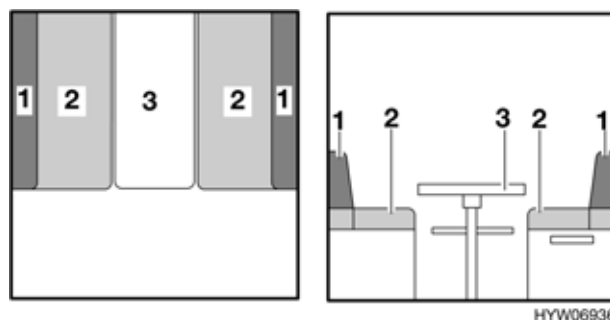

Fig. 94 Prima della trasformazione
- Sollevare leggermente il piano del tavolo in avanti (Fig. 94,3).